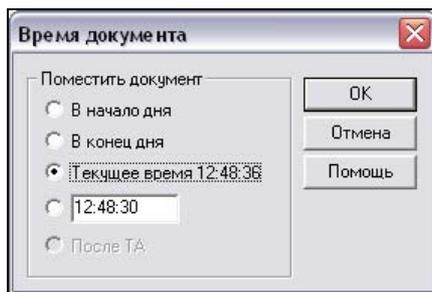
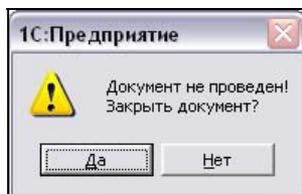

Рис. 3.7. Окно **Время документа**
Рис. 3.10. Документ не проведен! Закрыть документ
- Кнопка **ОК** сохраняет накладную. При нажатии на нее будет выдано окно сохранения документа (рис. 3.7). При сохранении система запросит время, которым нужно сохранить документ.
При нажатии на кнопку **Да** документ будет проведен, если только соблюдены все требования к накладной — в частности, заполнены все необходимые поля. В противном случае будет выдано следующее сообщение (рис. 3.10) и открыто табло со списком причин, почему документ не проводится.
- Кнопка **Провести** проводит документ, не закрывая его. В этом случае будет выдан запрос о сохранении (см. рис. 3.7). Если по каким-либо причинам провести документ не удастся, будет выдано приведенное выше, на рис. 3.10, сообщение.
При утвердительном ответе система запросит время сохранения, как на рис. 3.7. Документ при этом проводиться не будет.